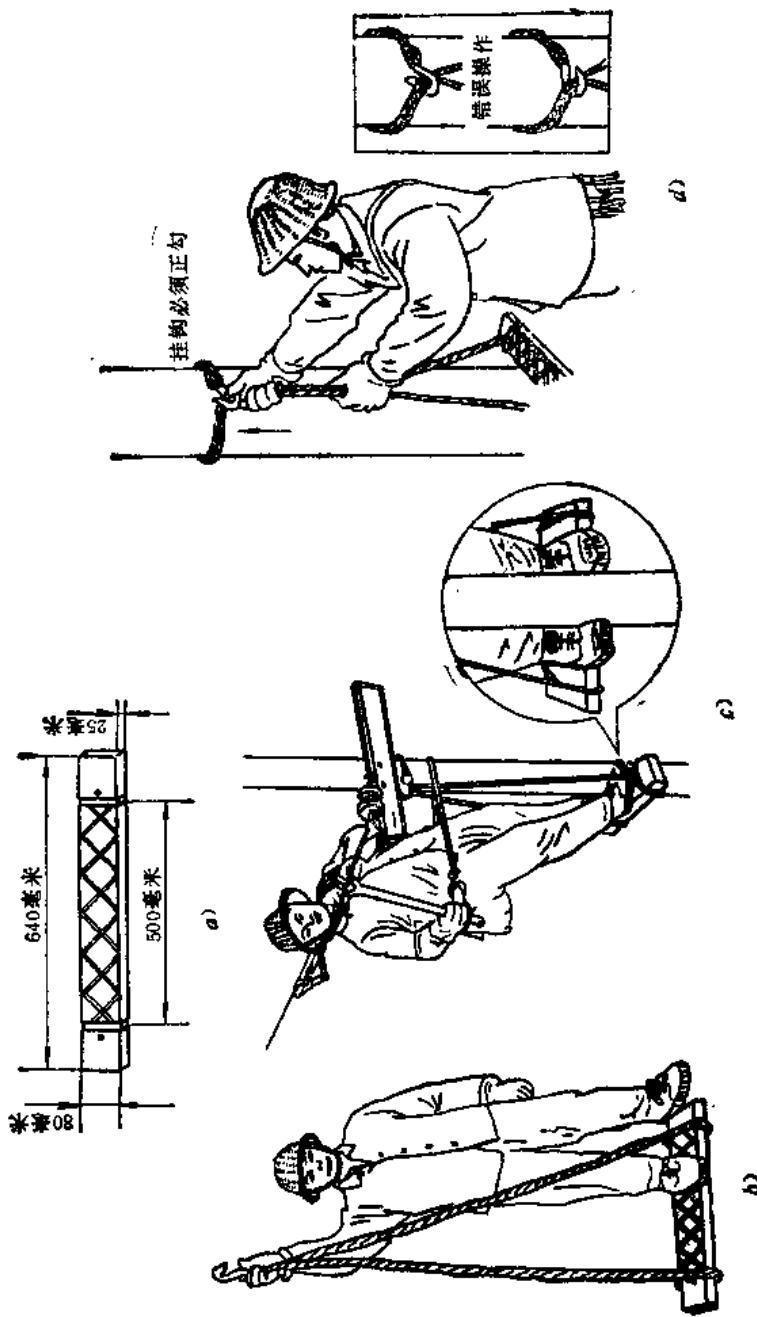

图 1-15 脚手架
1. 蹰板 蹰板又叫踏板或三角板，用来攀登电杆。蹬板由板和绳两部分组成，板是采用质地坚韧的木材制成的，绳通常用16毫米的三股白棕绳制作，绳的长度要与使用者的身材相适应，一般为一人加一手的长度。蹬板和白棕绳均应能承受300千克的质量，而且每半年要进行一次载荷试验。每次登高前应作冲击试登，以检验板、绳是否良好。登杆时，蹬板的挂钩必须正勾。在杆上进行操作时，为保持人体平稳，不使蹬板摇晃，在蹬板上站立要用两脚内侧夹靠电杆。蹬板的规格和作业时的站立姿势，见图1-15。